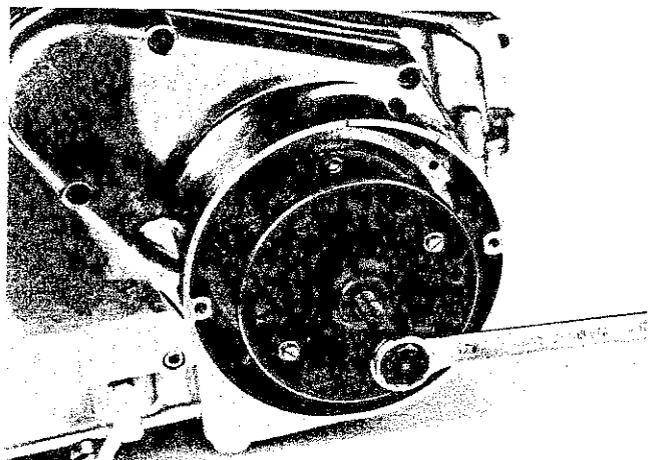

Fig. 94
- 2) Togliere il carter destro; se vi fossero difficoltà nello smontaggio si può utilizzare l'estrattore per il trascinatore della frizione: utilizzando i due fori di passaggio per viti da 4 mm (4 - 0.7 mm) che vanno avvitate nei due fori filettati esistenti nella piastra di supporto degli avvolgimenti del generatore (Fig. 94).
- 2) Remove the right side crankcase cover. If the removal is difficult, the clutch drum puller tool can be used; two 4 mm (0.7 mm threading) screws should be inserted inside the tool holes and then screwed to two threaded holes in the generator coil base plate (Fig. 94).